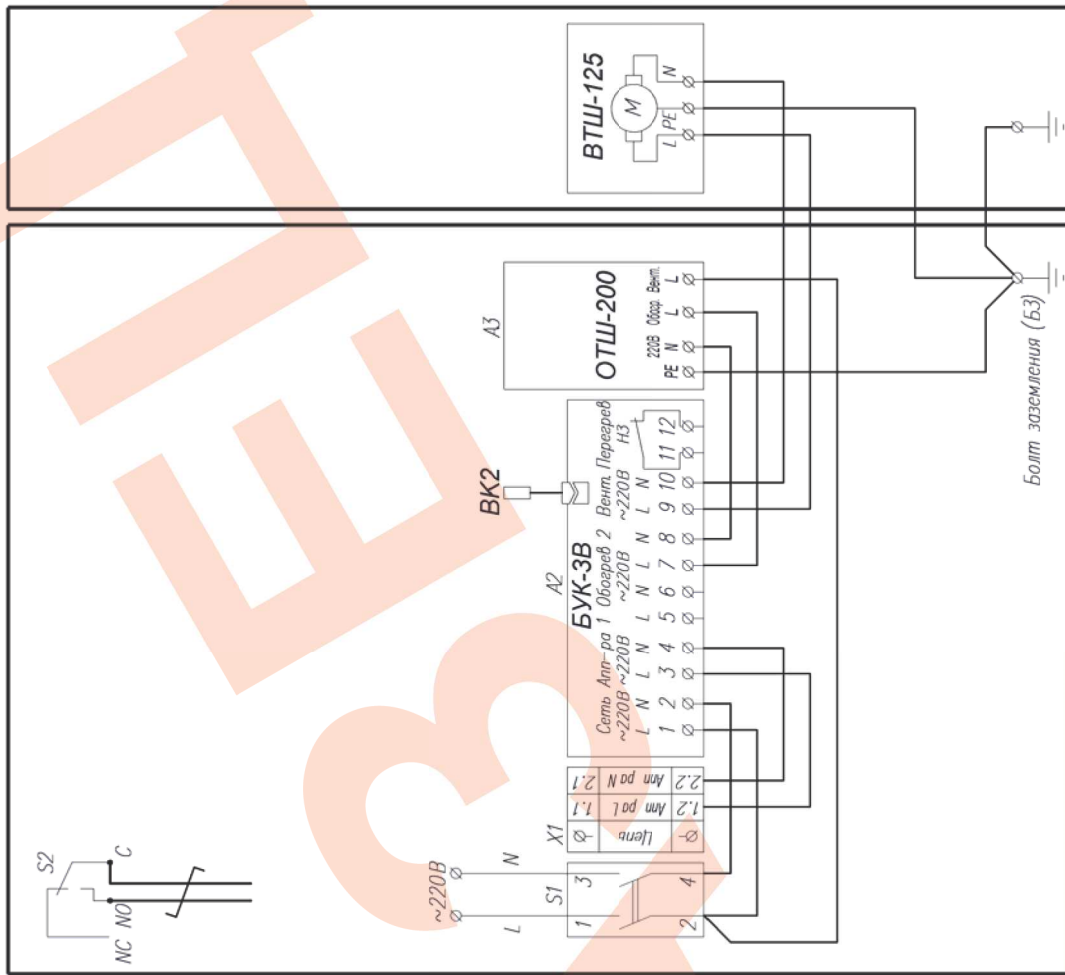

Рис.3 Схема электрическая принципиальная
3. Отсоединить провод кабеля (рис.3) от колодки вентилятора ВТШ-125.